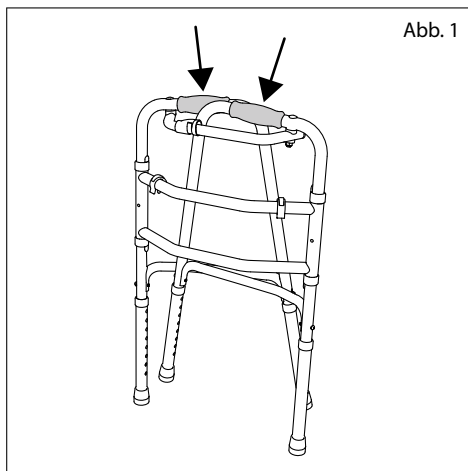

Abb. 1
1. Nehmen Sie in jede Hand einen Griff (Abb. 1).